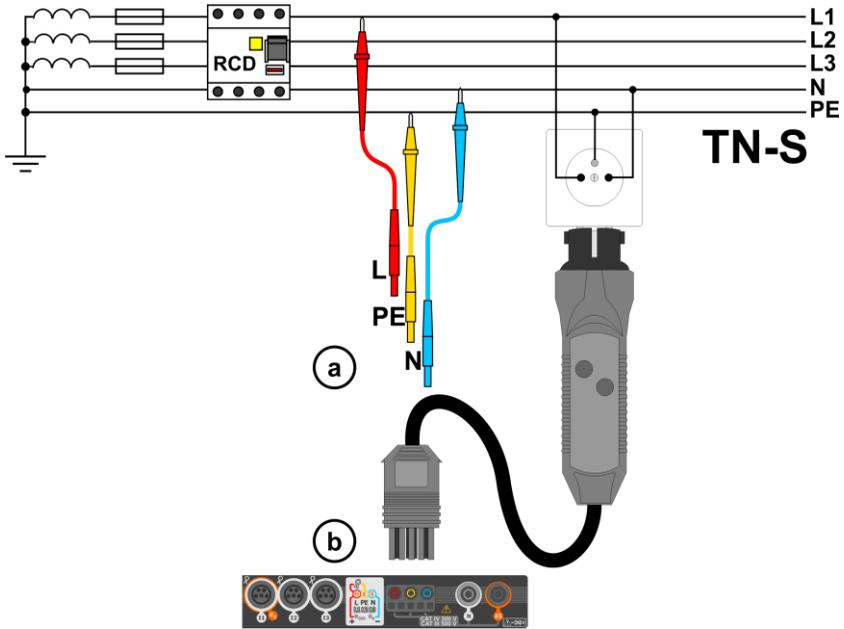
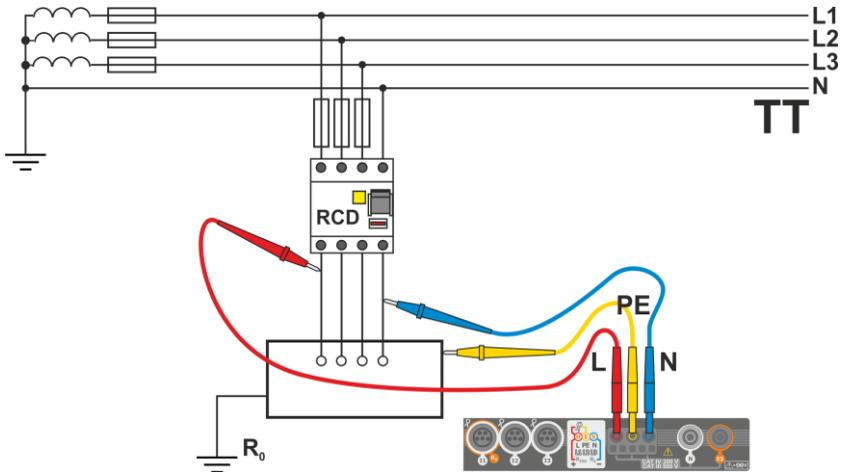

Fig. 3.3 Messung im TN-S Netz
Fig. 3.4 Messung im TT Netz
- 1 Schließen sie die Messleitungen gemäß der Abbildungen Fig. 3.3 , Fig. 3.4 und Fig. 3.5 an